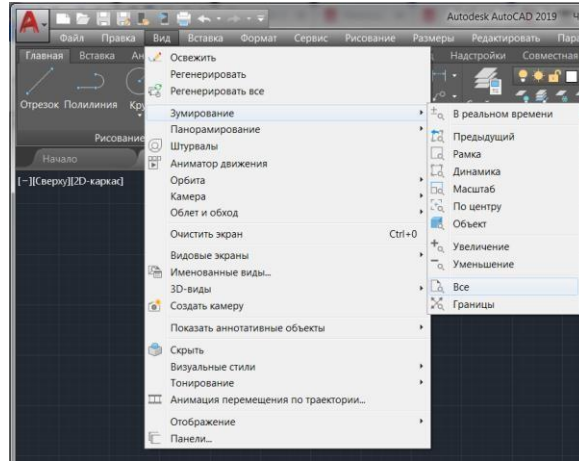

Рисунок 11 – Настройка области рисования
5. В области строки меню выберите: [Вид] → [Зумирование] → [Все]. (Рисунок 11)